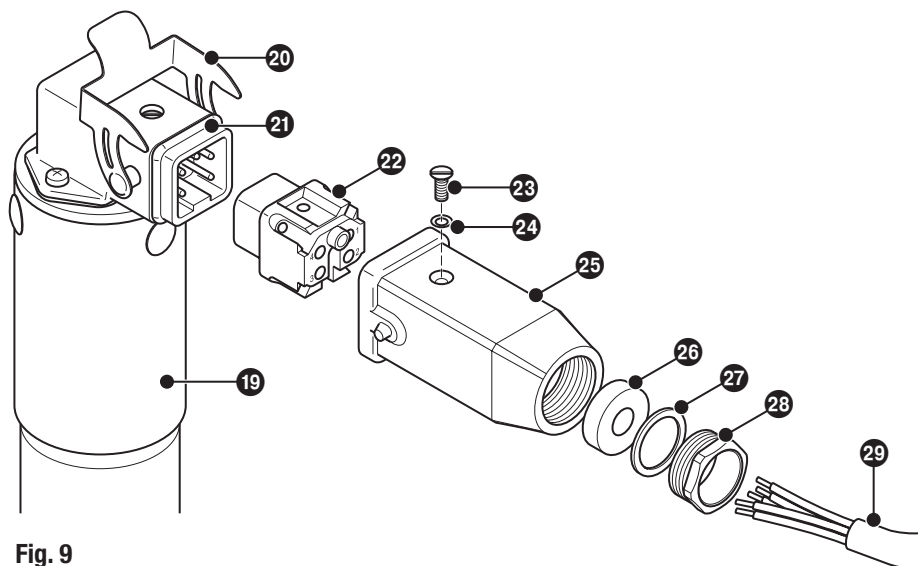

Fig. 9
1. Desserrer la vis . **Fig. 9**